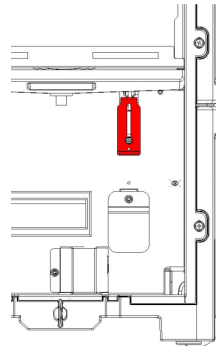

Abb. 6: Abdeckblech ohne Wasserauffangbehälter
3. Lockern Sie die Schraube am oberen Abdeckblech und schieben Sie das Abdeckblech vor die Aussparung (Abb. 6). Ziehen Sie die Schraube wieder an.